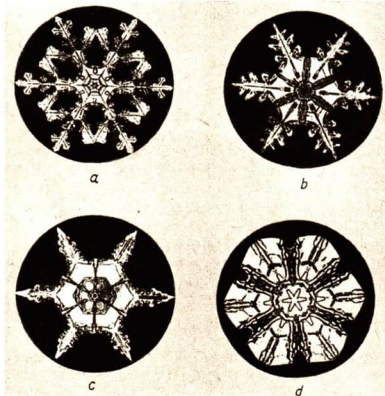

Abb. 131/2. Schneekristalle
Die Niederschläge können sowohl in flüssiger als auch in fester Form fallen, zum Beispiel als *Schnee*. Ihre Menge wird von den Wetterstationen und anderen Beobachtungsstationen gemessen und als Niederschlagshöhe in Millimetern angegeben (Abb. 131/1).
*Schnee* bildet sich in Luftschichten, deren Temperatur unter dem Gefrierpunkt liegt. Dabei entstehen aus dem Wasserdampf nicht erst Wassertröpfchen, sondern sofort feste *Schneekristalle*. Sie haben regelmäßige sechseckige Formen von großer Vielfalt (Abb. 131/2). Bei strengem Frost fallen sie als *Pulverschnee*. Wenn es weniger kalt ist, vereinigen sie sich zu größeren lockeren Schneeflocken.